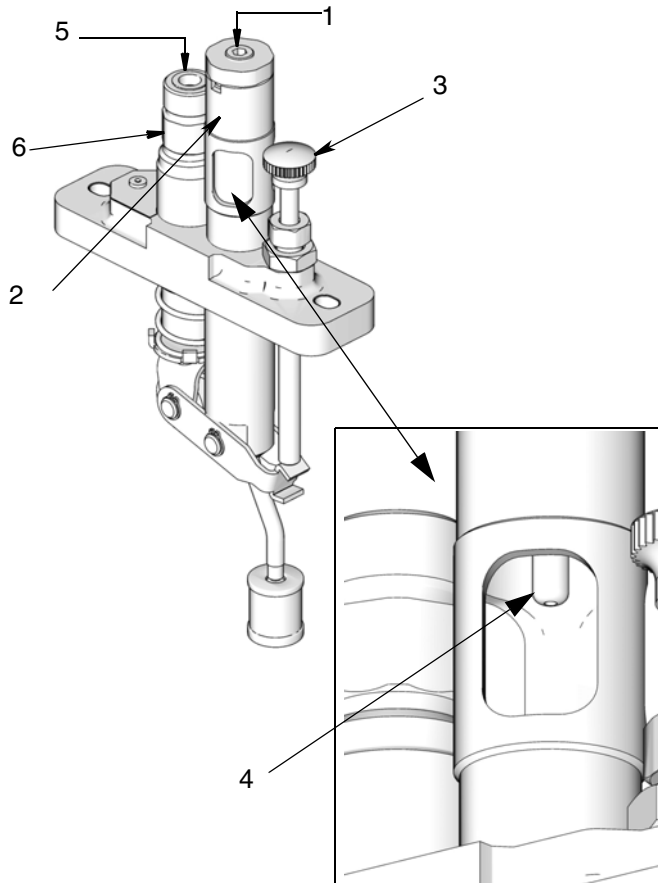

FIG. 4
Modelli alimentati ad aspirazione (FIG. 4)
1. Rimuovere e gettare il tappo del pozzetto visivo (1) e il tappo di uscita (5).
2. Riempire completamente il pozzetto visivo (2) di olio adeguatamente filtrato.
3. Azionare il gruppo di adescamento manuale (3) finché il livello dell'olio non scende al di sotto dell'estremità del flessibile di gocciolamento (4) (FIG. 4).
5. Collegare la linea di riempimento al pozzetto visivo (2), facendo attenzione a evitare che il sigillante per filettature entri nel pozzetto visivo.
8. Continuare l'adescamento manuale finché l'olio che fuoriesce dall'uscita (6) non è privo d'aria.
9. Se tutto l'olio è uscito dal pozzetto visivo (2), ripetere i passi da 2 a 8 nella frequenza necessaria finché tutta l'aria non è stata espulsa.